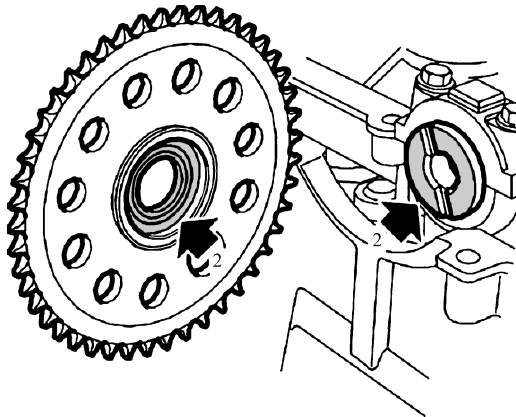

图 7-17 步骤 2) 操作示意图
- 2) 将凸轮轴和链轮的接合面上的机油或油脂清理干净，如图 7-17 所示。